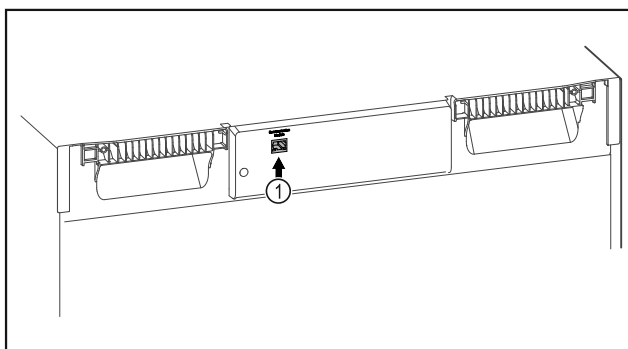

Fig. 89
- SmartModule Fig. 89 (1) er sat i.